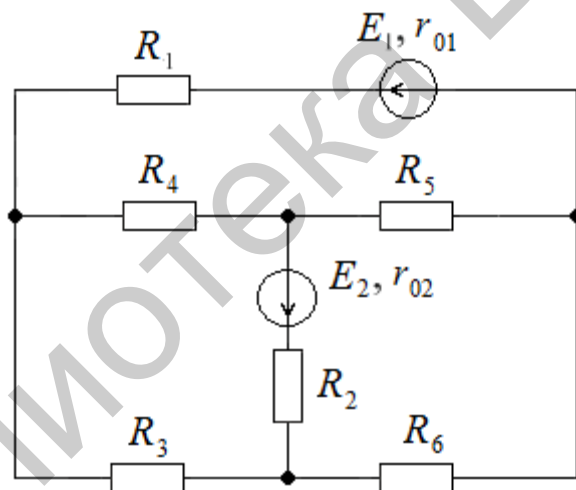

Рис. 123
56. Методом узловых потенциалов определить токи в электрической цепи (рис. 123), если $E_1 = 30$ В; $E_2 = 20$ В; $R_1 = 54$ Ом; $R_2 = 43$ Ом; $R_3 = 25$ Ом; $R_4 = 30$ Ом; $R_5 = 15$ Ом; $R_6 = 50$ Ом; $r_{01} = 1$ Ом; $r_{02} = 2$ Ом.